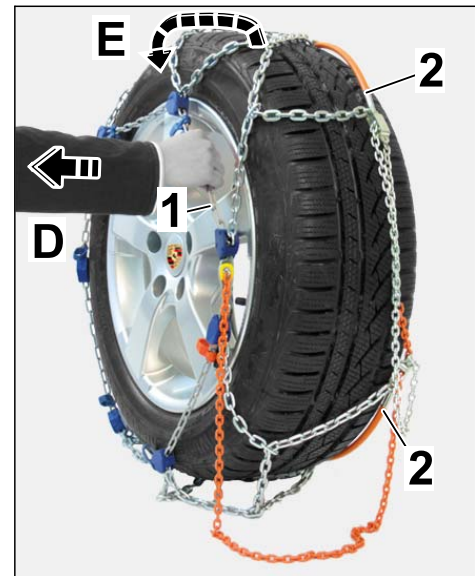

Bild 18
3.3.5 Kettennetz oberhalb Achsmittle fassen und von Rad weg ziehen (⇒ Bild 18-D-).
Ende Federstahlbügel rutscht etwas auf Reifen-Laufläche (⇒ Bild 18-E-).